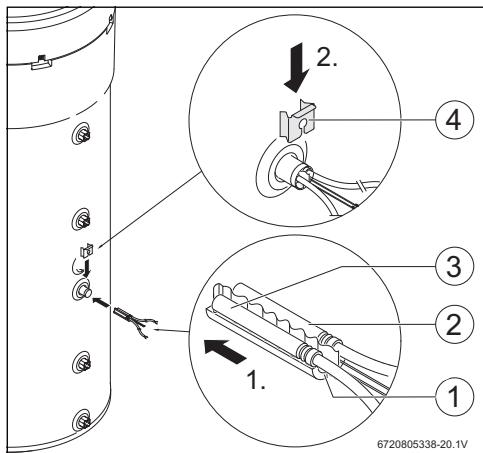

Bild 7
- Montage-Set [1], Temperaturfühler NTC des Zubehörs [2] und den Temperaturfühler NTC des Reglers [3] montieren und wie in Bild 7 dargestellt positionieren.